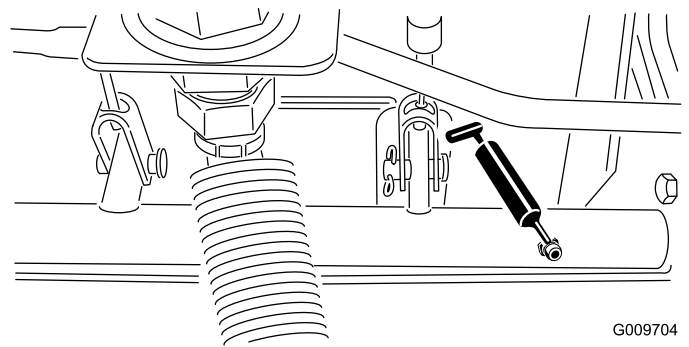

Figura 17
- Cojinetes del pivote del eje de freno (5) (Figura 17)